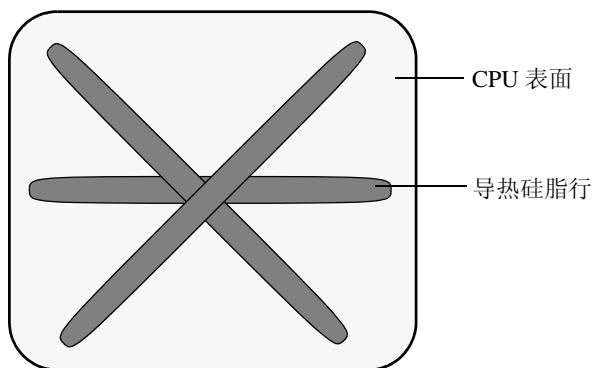

图 4-12 涂敷导热硅脂的方式
- g. 使用注射器，按图 4-12 所示的方式小心地将导热硅脂 (1 ml) 在 CPU 的顶面上涂敷三行。
注 – 随新 CPU 附送两个导热硅脂注射器，但每个 CPU 仅需使用其中一个注射器的导热硅脂。按图 4-12 所示的方式涂敷导热硅脂。